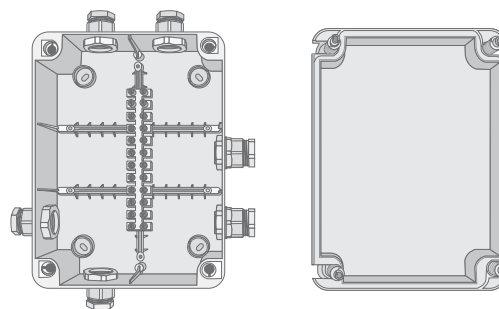

Рис. 4.b
- при использовании комплекта шланга CAREL, герметик Teflon наносится только на соединение (поз. "8" и "9" Рис.4.a);